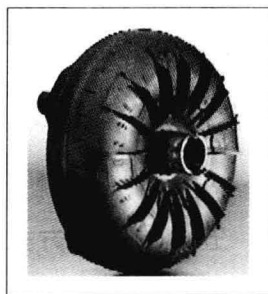

图 1-8 液力变矩器
(1) 液力变矩器 位于自动变速器的最前端，安装在曲轴后端，上面有起动机圈，其作用与采用手动变速器的汽车中的离合器相似。可在一定范围内实现减速增矩，如图 1-8 所示。